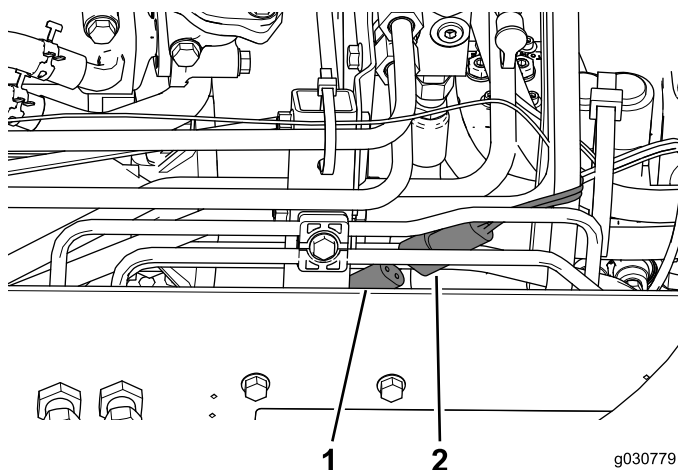

Figura 46
- Collegate il connettore di alimentazione della cabina al connettore sul lato destro della macchina (Figura 46).